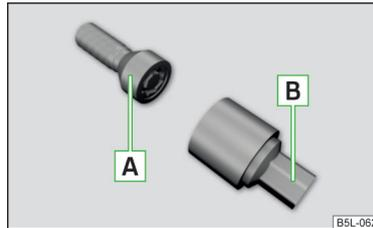

Fig. 240
Los tornillos de rueda antirrobo protegen a las ruedas contra robos. Se pueden **soltar/apretar** solamente con el suplemento **B** » fig. 240.
- Introduzca la llave de rueda hasta el tope sobre el tornillo de rueda. Usar el suplemento para los tornillos de la rueda antirrobo correspondientes » fig. 240 de la pág. 220.